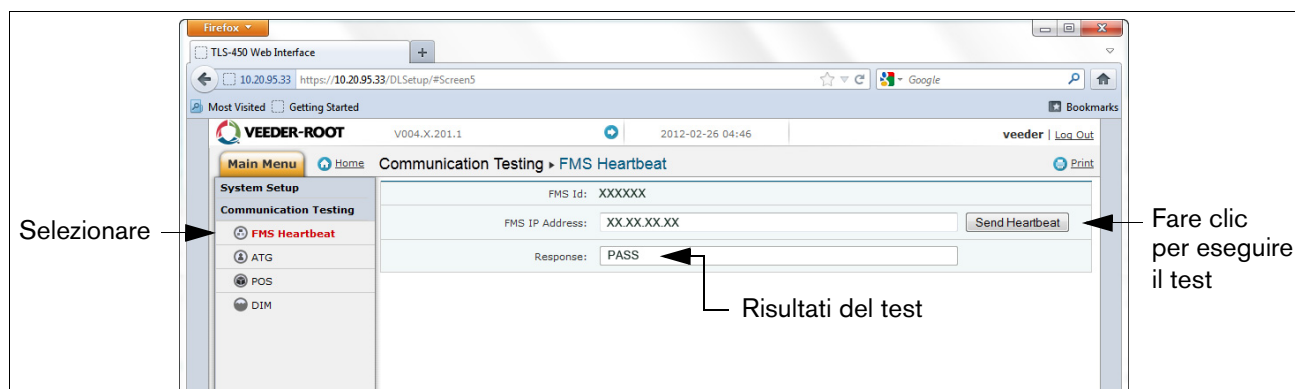

Figura A-18. Schermata Heartbeat FMS
19. Il Datalogger ora dovrebbe essere configurato per raccogliere i dati di inventario e transazionali, che saranno recuperati periodicamente da FMS. Per verificare la connettività con FMS, ricollegare il Datalogger alla rete o al modem cellulare. Andare alla schermata Test comunicazione dell'applicazione "DLSetup", fare clic su "Heartbeat FMS" e su "Invia heartbeat" (vedere la Figura A-18). Attendere che il testo "Risposta" indichi SUPERATO O NON SUPERATO. La risposta SUPERATO conferma che il Datalogger comunica correttamente con FMS. La risposta NON SUPERATO indica che esiste un problema di connessione e che sarà necessario contattare FMS o l'amministratore di rete per assistenza nella risoluzione dei problemi.